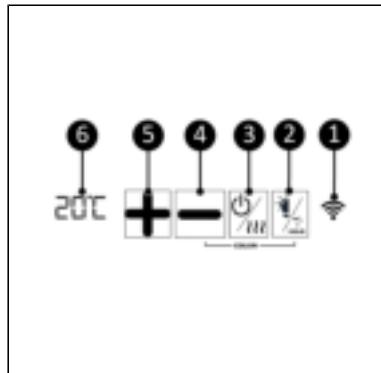

Abbildung 32.
2. Drücken Sie den EIN/AUS-Heizungsschalter (Abbildung 32, Pos. 3), um die Heizung zu aktivieren.
3. Die Anzeige (Abbildung 32, Pos. 6) leuchtet auf und zeigt die Umgebungstemperatur an.
4. Drücken Sie die Plus- oder Minus-Taste (Abbildung 32, Pos. 4 und 5), um die gewünschte Temperatur von 0 °C bis 37 °C einzustellen. Das Gerät beginnt zu heizen, wenn die eingestellte Temperatur höher als die Umgebungstemperatur ist.
1. Drücken Sie kurz den Lichtschalter (Abbildung 32, Pos. 2), um das LED-Licht zu aktivieren.
2. Halten Sie den Lichtschalter gedrückt (Abbildung 32, Pos. 2), um die LED-Lichtstärke zu ändern.
- Halten Sie den Lichtschalter gedrückt (Abbildung 32, Pos. 2)
1. Stellen Sie sicher, dass die Heizfunktion und die Lichtfunktion auf AUS stehen (Abbildung 32, Pos. 2 und 3).